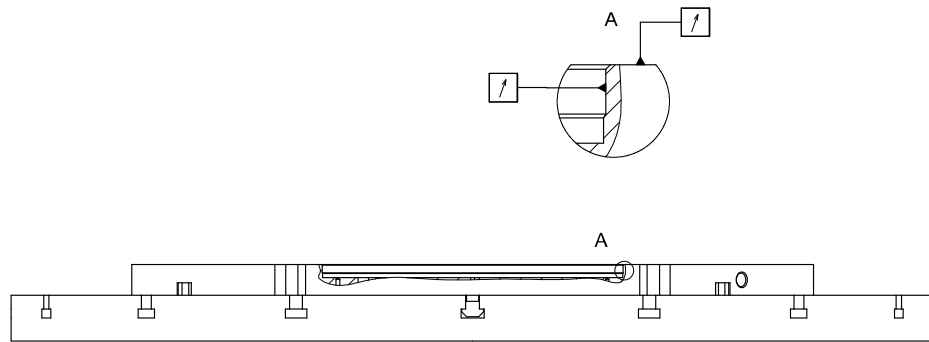

Fig. 3-3: Comprobación de la concentricidad y la excentricidad axial de la placa base
Paso 8 Compruebe la concentricidad y la excentricidad axial de la placa base. El valor permitido es de 0,05 mm. La medición se lleva a cabo en el reborde de centrado de la placa base y en la superficie plana que lo rodea (véase la Fig. 3-3).
Paso 9 Con ayuda del equipo elevador, coloque el mandril de sujeción limpio (4) lentamente y con cuidado (suspendido por las armellas) sobre la placa base (7).
Paso 10 Baje el mandril de sujeción (4) hasta la placa base (7). Durante el proceso, el mandril de sujeción (4) se alinea con su reborde de centrado y un taco para ranuras de ajuste (6).
Paso 11 Con ayuda de una llave dinamométrica, atornille la placa base (7) y el mandril de sujeción (4) apretando alternamente los tornillos de fijación exteriores (2).